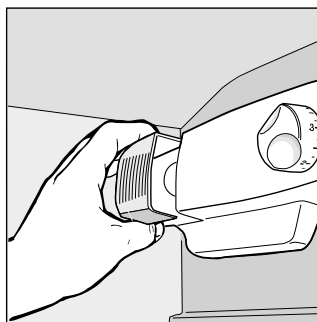

Fig. 3
- Hvordan skifte ut lyspæren. Før å bytte lyspæren i kjøledelen, ta ut støpselet fra stikkkontakten. Bytt ut den brukte pæren med en likedan på max. 15 Watt (Se fig. 3).